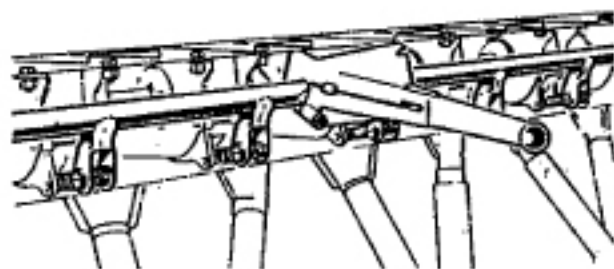

FIG. 3
- b) Pour les grosses graines, le verrouiller dans le second cran (fig. 3).
- b) For big seeds, lock it in the second notch (fig. 3).